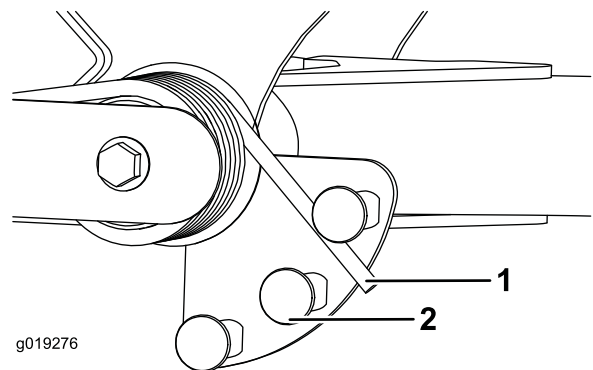

図 67
2. スプリングの長い方の端部にチューブのようなものを取り付けて、スプリングアクチュエータの周囲に巻きつけるようにして希望位置にセットする 図 67。